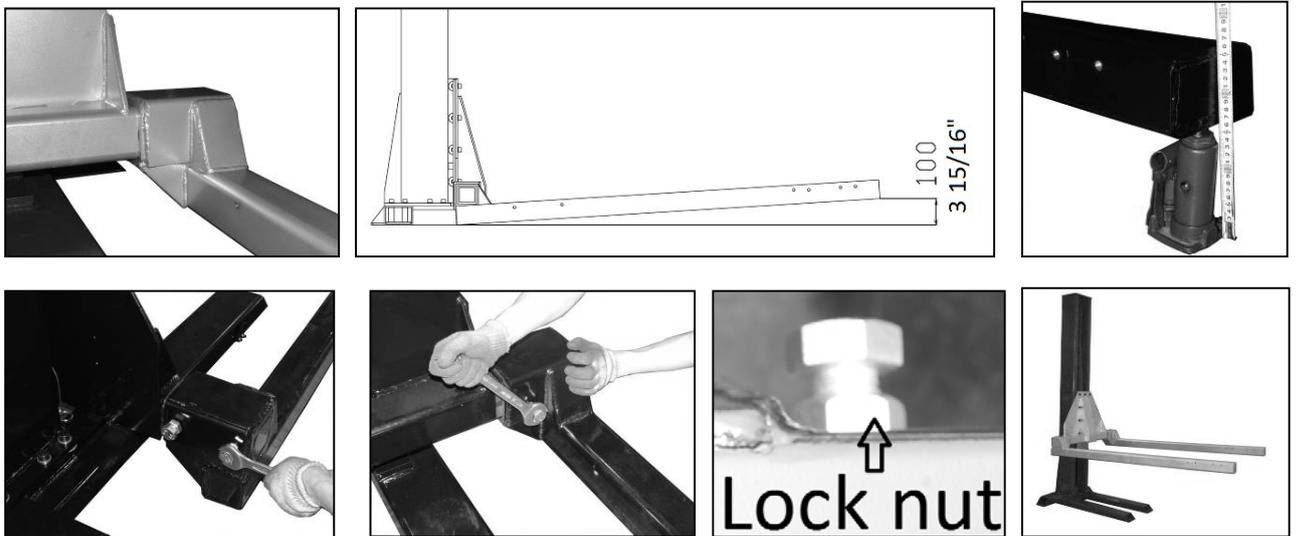

Figura: 9-A, B, C, D, E, F, G Montaggio del supporto
- 10) I due bracci vengono quindi posizionati sul transpallet (Fig. 9-A). Per garantire che le piattaforme siano in piano quando i vagoni sono parcheggiati, è necessario eseguire la seguente configurazione dei bracci:
Sollevare prima le estremità posteriori dei bracci a circa 100 mm con un martinetto a carrello (Fig. 9-B, C). Serrare quindi le due viti posteriori e la vite anteriore (Fig. 9-D ed E). Quindi serrare il dado di bloccaggio nella posizione corretta.